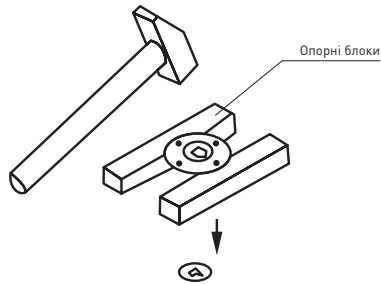

Рис. 9
- вибийте центральну частину торцевої кришки (Рис. 9);